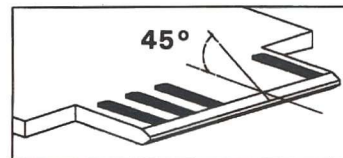

Fig. 11 : Usinage d'un chanfrein.
1. Découpez les deux coins de part et d'autre du connecteur destiné à l'Atari. Il doit entrer juste, sans jeu, et les pistes en peigne doivent être parfaitement centrées sur le connecteur. Il est donc conseillé de découper légèrement plus large puis de finir avec une lime assez fine. Limez un chanfrein à 45° sur la tranche du connecteur, comme indiqué en figure 11.